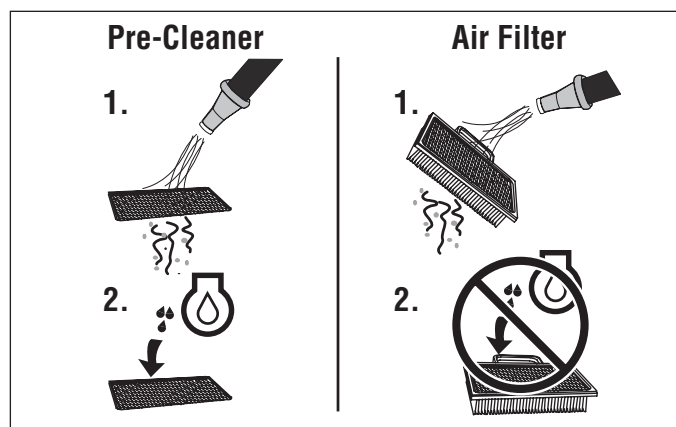

Figura 32. Manutenzione del filtro dell'aria
1. Figura 32. Lavare il pre-filtro in detergente liquido ed acqua.
1. Figura 32. Se il filtro riporta la dicitura "Washable" (Lavabile), può essere lavato con acqua calda e detergente neutro.